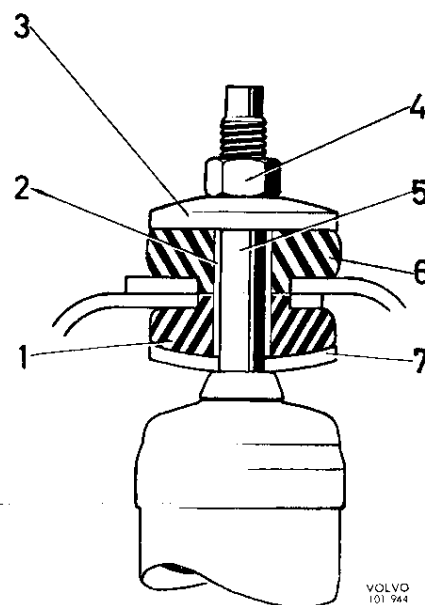
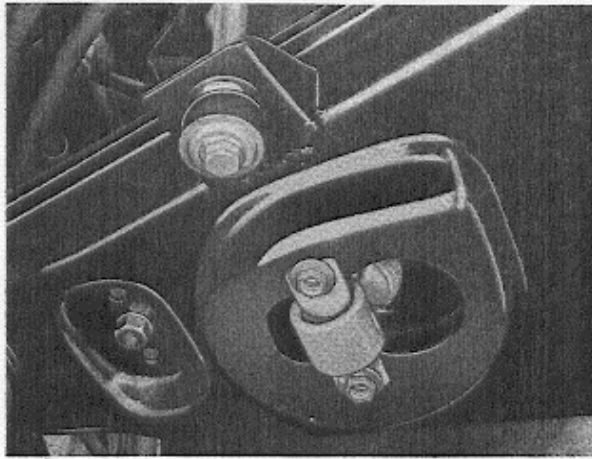

Fig. 7-7. Bovenste bevestiging, voorschokbreker
Fig. 7-8. Onderste bevestiging, voorschokbreker
3. Controleer de onderste ring van de bovenste schokbrekerverbinding en de rubber bus (1 en 7, Fig. 7-7). Breng de schokbreker op zijn plaats en zet de bevestiging hiervan vast.
De bovenste bevestiging van de voorschokbreker (Fig. 7-7) bestaat uit een draadeinde (5), waarmee de bovenste busen (1 en 6), de ringen (3 en 7) en een afstandsbuisje in een huis in de vooras zijn bevestigd. De onderste bevestiging (Fig. 7-8) bestaat uit een oog, voorzien van een rubber bus, die niet gedemonteerd
1. Verwijder de bovenste moer (4, Fig. 7-7), de ring (3) en de rubber bus (6).
2. Verwijder de onderste bevestigingsbouten (Fig. 7-8) van de onderste draagarm en haal de schokbreker naar beneden toe weg.